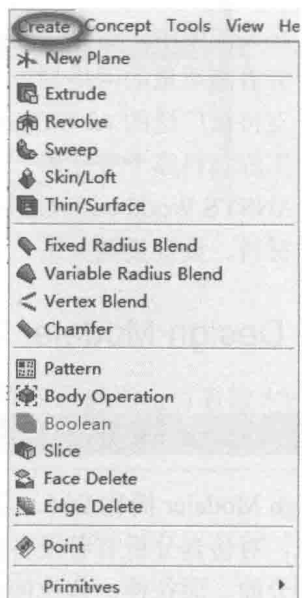

图 1-6 Create 子菜单
(2) Create: 用于创建 3D 模型与修改操作工具, 如布尔运算、倒角等, 如图 1-6 所示。